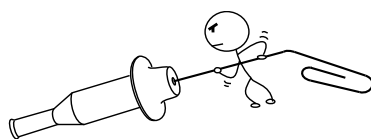

FIG.1
- (1)バルブアッセンブリの交換
- (2)バルブピースの清掃(FIG.1)